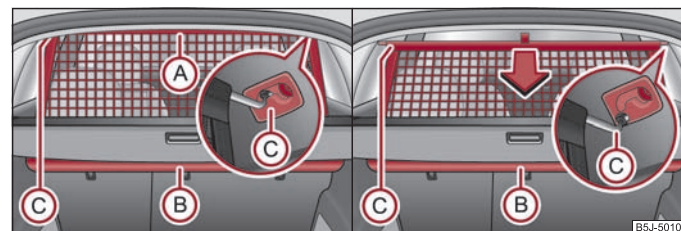

Fig. 65 Extraire / enrouler le filet de séparation
- Sortez le filet de séparation du boîtier (B) au niveau de la bride (A) pour le tirer en direction des supports (C) ⇒ fig. 65.
- Mettez la tige transversale dans une des fixations (C).
- Tirez la tige transversale un peu vers l'arrière d'abord sur un côté puis sur l'autre et enlever la tige transversale des supports (C) ⇒ page 69, fig. 65.
- **Maintenez** la tige transversale de sorte que le filet de séparation s'enroule lentement dans le boîtier (B) sans s'abîmer.